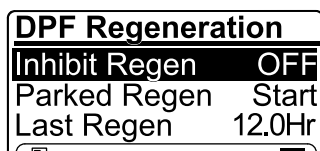

Figure 40
2. Appuyez sur le bouton droit pour faire passer le paramètre Inhibit Regen de On à Off (Figure 40) ou inversement (Figure 40).